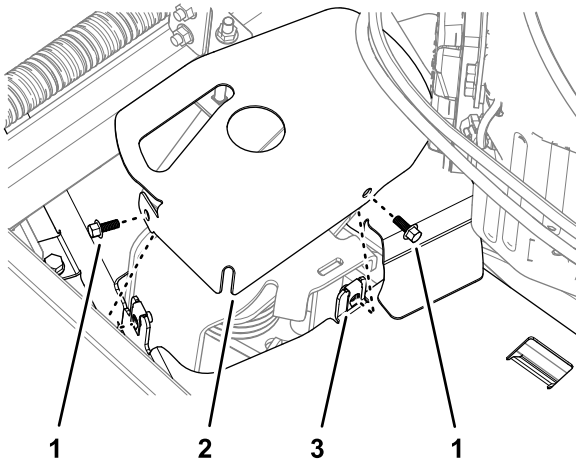

Bild 34
1. Entfernen Sie die beiden Bundkopfschrauben, mit denen die Spannerabdeckung an der linken Riemenabdeckung befestigt ist, und entfernen Sie die Spannerabdeckung (Bild 34).